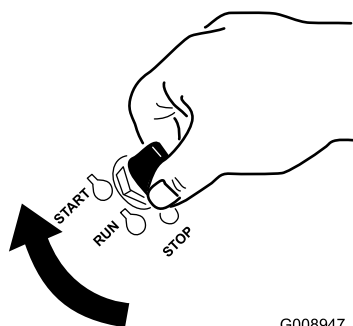

Figure 18
1. Tournez la clé de contact à la position DÉMARRAGE (Figure 18).